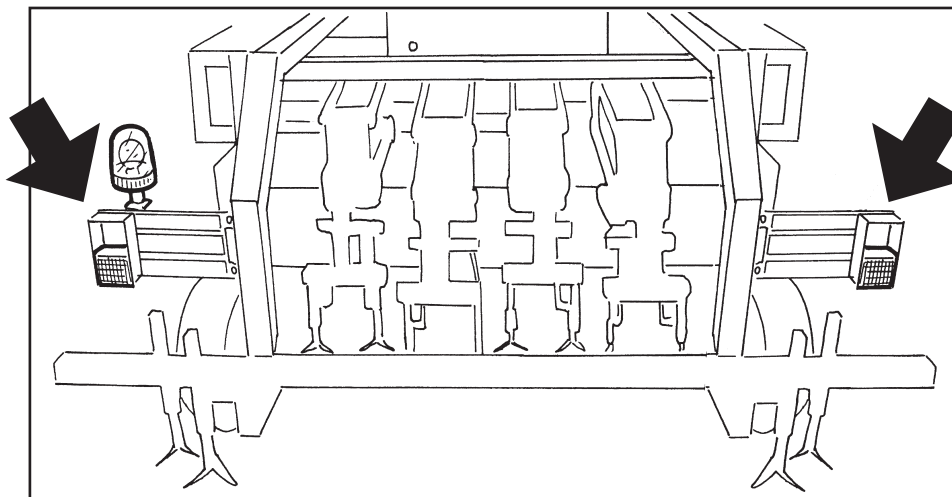

Fig. 1
- Check that the back lights and the flashing light work correctly (**Fig. 1**) (if present).
- Contrôler que le kit d'éclairage postérieur et le gyrophare (si présent) fonctionnent correctement (**Fig. 1**).